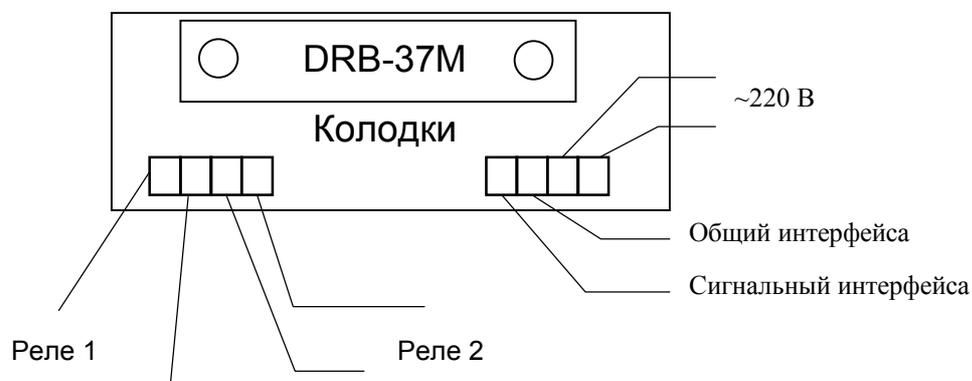

Рис.2. Схема подключения.
«CL № / T» - калибровка ИТ при $t = 0$ °С, выбор канала производится кнопками "↑", "↓" (выбор канала с номером "0" означает, что будет производиться калибровка всех каналов). Для калибровки необходимо выдержать датчик температуры на соответствующем канале (кроме термопреобразователей с унифицированным токовым выходом) в водо-ледяной смеси не менее 10 минут (для калибровки термометров сопротивления можно использовать магазин сопротивлений, класс точности не хуже 0.05, а для термодатчиков - источник калиброванного напряжения). Для калибровки при типе датчика 6, 7, 11 (термопреобразователи с унифицированным токовым выходом) необходимо на вход ИТ (см. рис. 2) подать ток 5 мА для типа датчика 6, для типа датчика 7, 11 – 20 мА (далее отличий нет).
«Ur № / T» - коррекция внутреннего ИОН по калиброванному напряжению. В этом режиме производится коррекция внутреннего источника опорного напряжения (ИОН), для этого необходимо установить на выбранном канале (или на всех каналах) тип датчика 4 (ХА) или 5 (ХК), на выбранный канал (или на все каналы) от источника калиброванного напряжения подать напряжение V_{ref} в диапазоне 40 – 50 мВ (схема подключения как термопара: "минус" подключить к GND, "плюс" - к UDi-, где $i=1, 2$, см. рис. 2) и подождать 40 секунд. Затем необходимо с помощью редактирования параметра (длит. «0») ввести значение поданного калиброванного напряжения в мВ (например - «48.45») и закончить редактирование длительным нажатием кнопки «0», через непродолжительное время на нижней строке индикатора должна отобразиться измеренная
5.6.2.1 Подключить к поверяемому ИТ магазин сопротивлений, имитирующий первичные датчики. Входы всех используемых каналов измерения должны быть подключены параллельно друг другу, неиспользуемые входы должны быть заглушены согласно рис. 2. Определить установленный при настройке прибора тип термодатчика. Выставить на магазине сопротивлений величину, равную сопротивлению термодатчиков в 0 °С. Перевести ИТ в режим автоперебора каналов. Если в процессе перебора каналов не возникает сообщений об ошибках, то прибор работоспособен.
6.2 Электрические соединения с сетью, датчиками температуры осуществляется через клеммные колодки и разъемы DB37M, расположенные на задней панели прибора (см рис. 2).